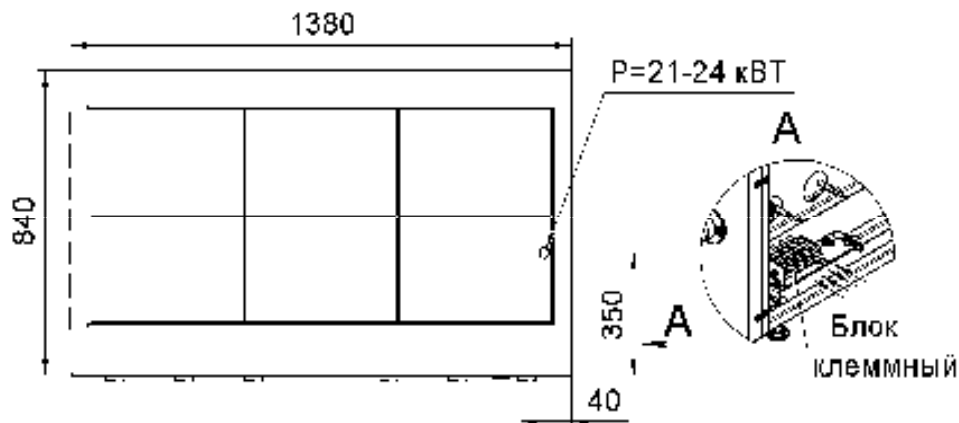

Рис.5
6.7 Рекомендуем, подвод электропитания к плите производить, скрытой в полу, трубной разводкой. Диаметр трубы – не менее 1/2" (Ø=22мм), высота от уровня пола не более 60мм (см. рис.5).
Блок клеммный, для подключения плиты к э/сети, расположен за правой облицовочной панелью шкафа, внизу (см. рис.5).